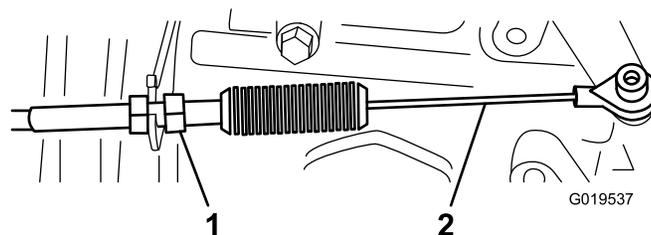
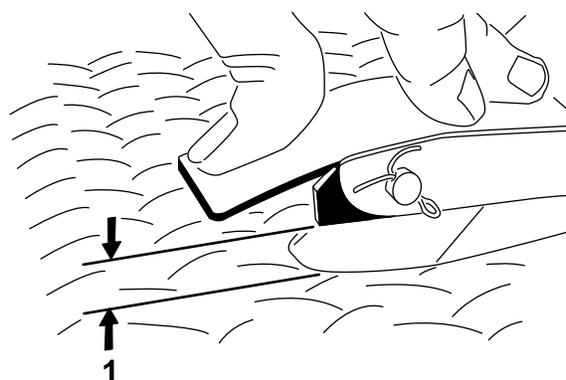

Bild 68
Bild 69
2. Stellen Sie das Kugelgelenk am Bowdenzug (Bild 68) so ein, dass Sie einen Abstand von 2,54 mm bis 6,35 mm zwischen dem Fahrpedalarm und der Oberseite des Bodenplattensternmusters (Bild 69) erhalten, wenn Sie eine Kraft von 11,3 kg auf die Pedalmitte aufbringen.
3. Ziehen Sie die Sicherungsmutter an (Bild 68).